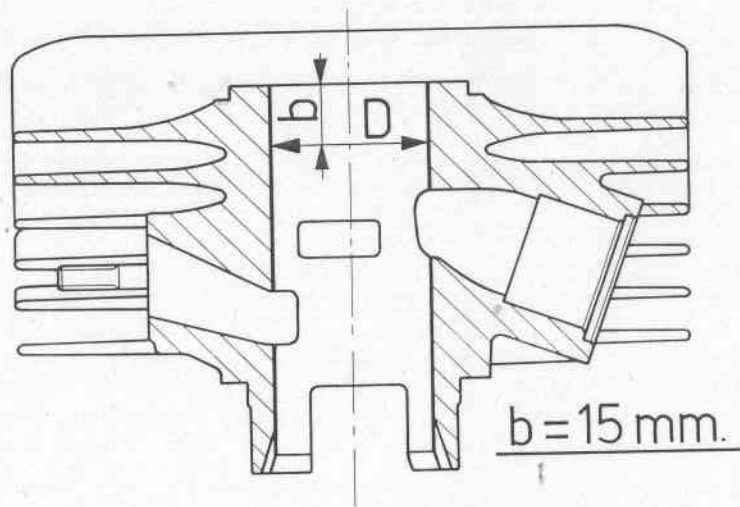
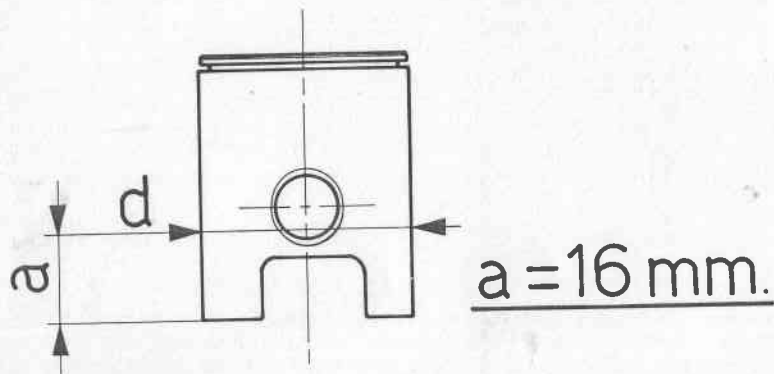

Fig. 40 - Rilievo misura cilindro
Fig. 41 - Rilievo misura pistone
- Qualora sia necessario montare un nuovo pistone, si deve sempre eseguire l'accoppiamento del pistone al cilindro, secondo le tolleranze prescritte nella tabella. Il diametro del cilindro deve essere misurato nella posizione «D» (fig. 40) con un calibro centesimale per fori. Il diametro del pistone deve essere misurato nella posizione «d» con un calibro centesimale (fig. 41).